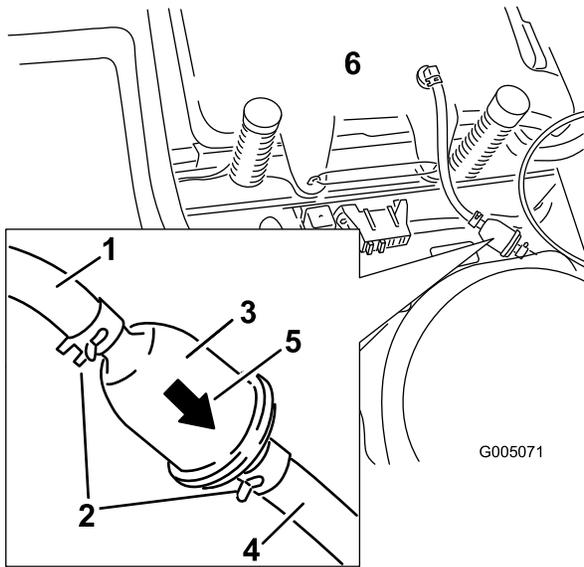

Figura 31
4. Apriete los extremos de las abrazaderas y deslícelas por el tubo alejándolas del filtro (Figura 31).
6. Instale un filtro nuevo – la flecha que indica el sentido de flujo debe apuntar hacia el motor. Acerque las abrazaderas al filtro (Figura 31) para sujetar éste.